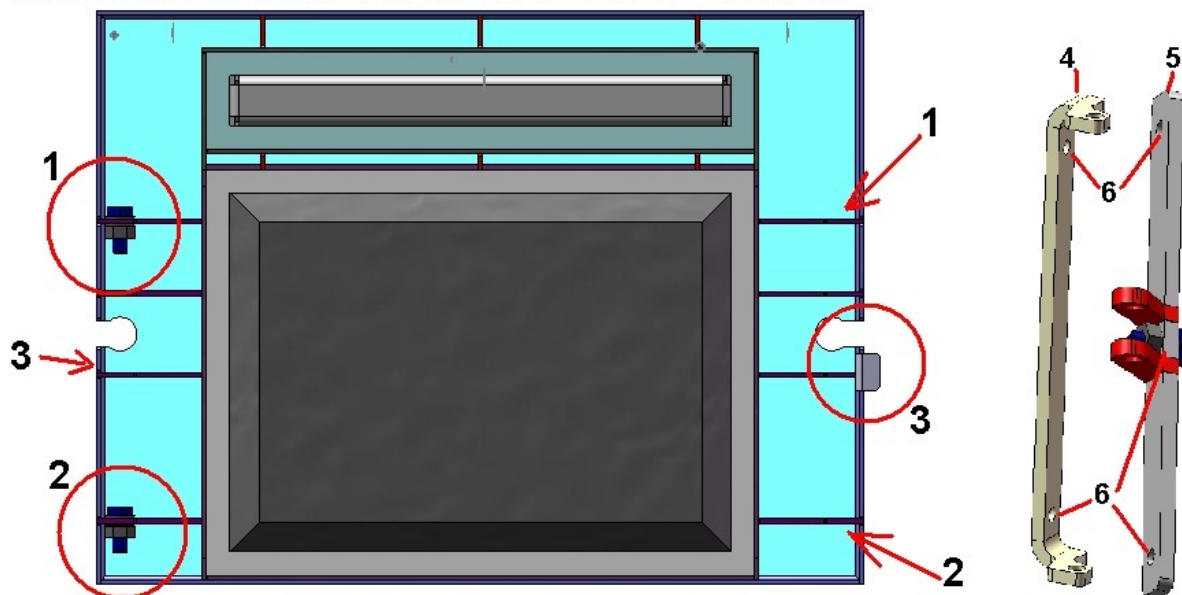

Fig. 2.6.1
FASE 1 – Seleccionar la posición de apertura de la puerta. La caldera Gaselle HT/HTLP, está dotada de una puerta reversible para poder adaptarse a las exigencias de instalación (de serie la apertura es a mano derecha). Para cambiar el sentido de apertura cambiar el sentido de las bisagras (con llave de 17), en el micro de fin de carrera se debe invertir el soporte de la puerta y maneta (pos.4-5) (fig.2.6.1).
PHASE 1 - Choisir le sens d'ouverture des portes. Les chaudières série Gaselle HT/HTLP, sont pourvues de portes réversibles pour pouvoir s'adapter à toutes les exigences d'installation (l'ouverture est à droite de série): pour changer le sens d'ouverture, enlever les portes pour inverser la positions des gonds (avec clé 17), des butées de fin de course (micro) et inverser les supports des portes et poignées (pos.4-5) (fig.2.6.1) par les boulons de fixation (pos.6) aux bouches de la chaudière.